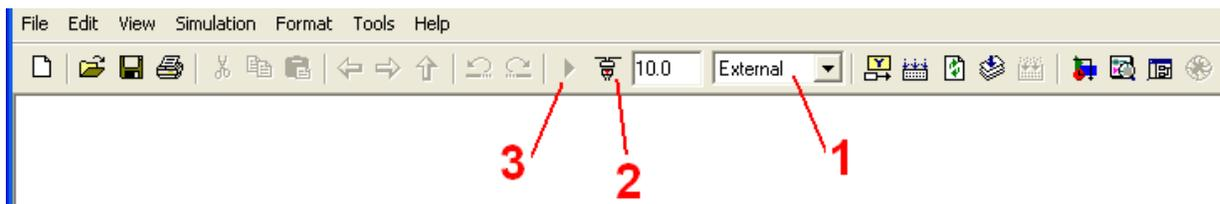

**Рис. 1.** Характеристики блока Simulink > Real-Time Windows Target > Analog Input.
Список интерфейсных плат МатЛАБ можно увидеть нажав кнопку **Install new board** окна блока Simulink > Real-Time Windows Target > Analog Input (см. Рис. 1).
2. Включить соответствующие блоки pci карты в окно модели и настроить их. Пример параметров аналогового входа интерфейса Sensoray 626 показан на Рис. 1.